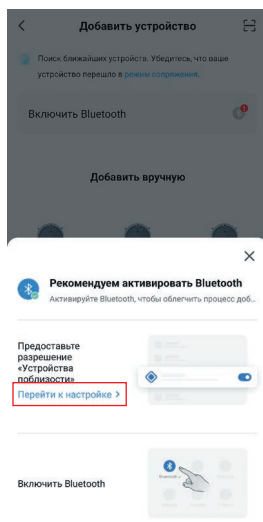

Рис. 2
- Предоставьте приложению разрешение «Устройства поблизости» (рис. 2). Нажмите «Перейти к настройке» и следуйте дальнейшим указаний.